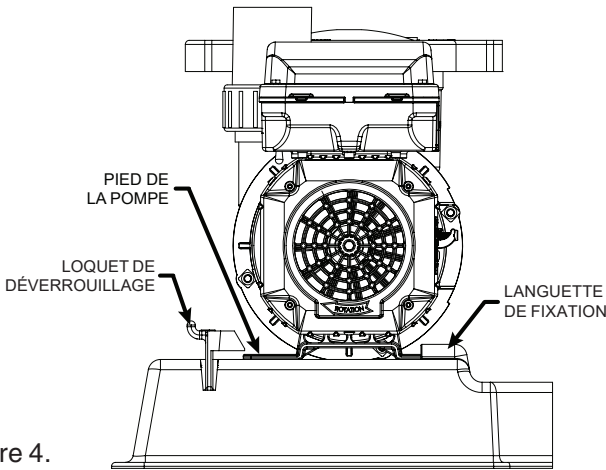
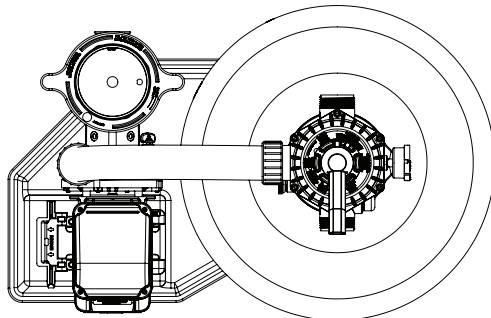

Figure 4.
Figure 5.
- G. Faites glisser le pied de la pompe entre les languettes de fixation et le loquet de déverrouillage. Reportez-vous à la figure 3. Placez la pompe en appuyant jusqu'à ce que le loquet de déverrouillage clic en place sur le pied de la pompe. Reportez-vous à la figure 4. La pompe doit être positionnée comme l'indique la Figure 5. Installez les deux # 20 x 1-1/4" tire fonds longues à travers les fentes du côté du moteur, dans les deux trous de la base près de la serrure.